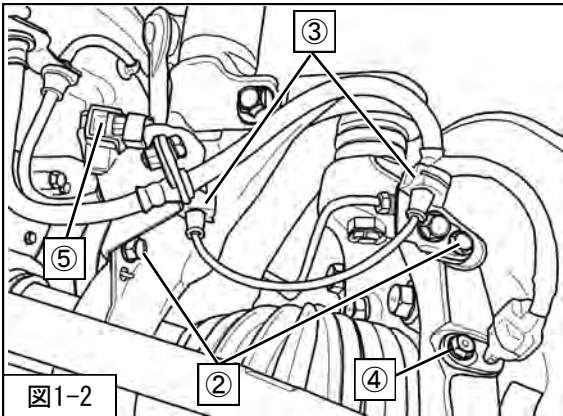

図1-2
を取外し、ABSセンサを取外してください。(図1-2)
4. ⑤ADSコネクターを取外してください。(図1-2)